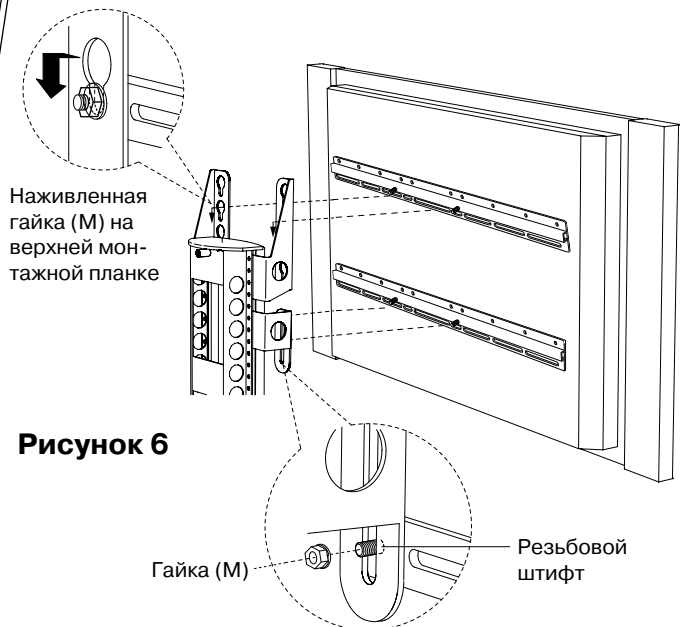

Рисунок 6
8. Установка плоскопанельного телевизора. Аккуратно «нацепите» телевизор на экранные скобы, как показано на рис.6, обеспечьте попадание наживленных гаек в специальные отверстия, а также попадание резьбовых штифтов в отверстия на нижних экранных скобах (HBL и HBR). Затяните гайки (M) с помощью ключа. **Примечание:** максимально поддерживаемая мебелью Vista масса телевизора составляет 102 кг.